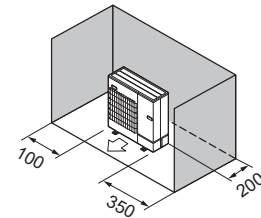

Fig. 2-9
- ③ Hindernisse nur auf der Rückseite und auf beiden Seiten (Fig. 2-9)